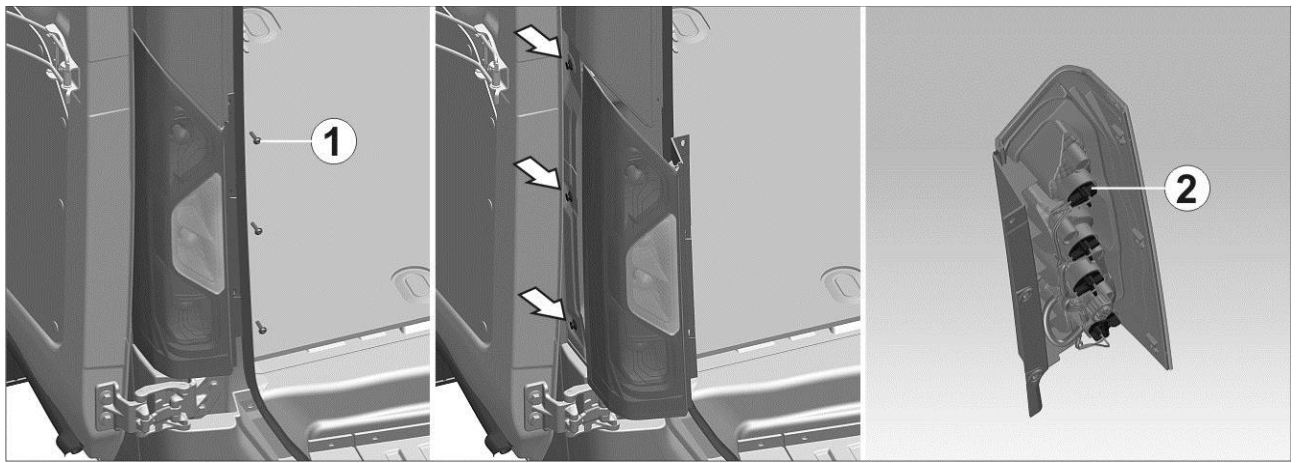

Рис. 7.16. Замена ламп в заднем фонаре: 1 – винты; 2 – патрон с лампой
- вывернуть три винта 1 (рис.7.16) крепления фонаря к кузову;